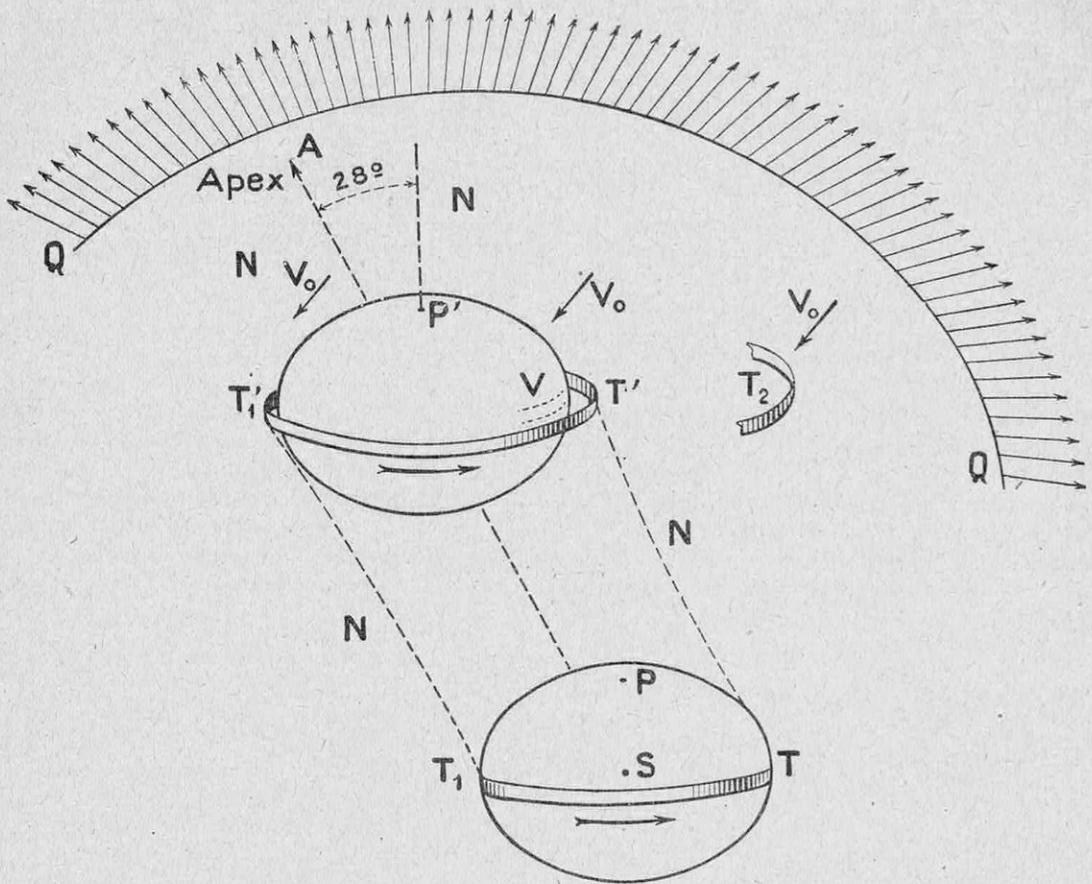
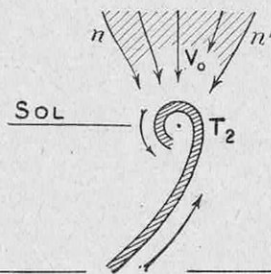

FIG. 1. — COMMENT ON EXPLIQUE L'ORIGINE DE LA TERRE PAR LA RENCONTRE DU SOLEIL ET D'UNE NÉBULEUSE
FIG. 4. — REPRÉSENTATION EN PLAN DE LA FIGURE 3
Le Soleil géant, qui devait, dans sa vieillesse, se réduire à notre Soleil actuel, avait un rayon équatorial 62,3 fois plus grand que lui, mais une densité beaucoup plus faible (0,00001 au lieu de 1,41). Sa durée de rotation de 57 jours lui imposait un fort aplatissement autour de l'axe SP (fig. 1). Son choc oblique sur la nébuleuse, dans la direction SA , donna à sa masse une pulsation, c'est-à-dire un renflement vibratoire de son équateur, qui émit, périodiquement, des anneaux planétaires. Au moment de
son émission, chaque anneau était séparé du suivant, le long de la trajectoire SA , par une distance égale à 6,28 u. a. (1) (fig. 1). Ainsi, si $PP' = 6,28$ u. a., l'anneau de Vénus V est près de quitter le protosoleil P' . L'anneau T , qui a formé l'embryon terrestre, n'a été émis par le protosoleil que le huitième après son choc sur la nébuleuse, c'est-à-dire après que celle-ci avait déjà reçu dans son sein les anneaux de la planète transneptunienne, de Neptune, d'Uranus, de Saturne, de Jupiter, des petites planètes et de Mars. L'extension radiale de l'anneau T (tout à fait semblable à celle d'un anneau de fumée projeté dans l'air) l'amène progressivement de T en T' et, enfin, au rayon de l'orbite terrestre : son rayon passe ainsi de 43,5 à 149,5 millions de kilomètres, pendant qu'il s'élève dans la nébuleuse, dans la direction SA , de 50 fois cette même longueur. Pendant ce voyage, l'anneau, dont l'expansion est due, en partie, à la propulsion de la matière de la nébuleuse qui s'introduit à son intérieur, en capte, par son attraction, une certaine masse, en sorte que, parvenue au niveau de l'écliptique primitive, la masse totale de l'anneau différera, sans doute, assez peu de la masse de la Terre, dont la partie prépondérante provient du protosoleil.
provenant d'une couche équatoriale profonde, ainsi que son *impulsion orbitale de sens direct* et son *mouvement de translation vers l'apex*. Mais ce n'est pas tout : le protosoleil a donné à notre planète son plan d'orbite, qui coïncidait alors avec celui de son équateur, et ce n'est qu'après avoir émis l'anneau terrestre que l'équateur du protosoleil a progressivement basculé de 7° environ, parce que le choc nébuleux, oblique dans la direction *S A*, ne coïncidait pas avec son axe de rotation. Cette obliquité du choc aura aussi pour effet d'excentrer vers la droite l'orbite de l'anneau, ainsi que le montre la figure 1 où *T'* est plus loin du protosoleil que *T*. Ainsi peut s'expliquer l'origine des excentricités des orbites planétaires.
lité l'évolution de l'anneau terrestre, un milieu peu résistant ne contenant que des particules denses, mais peu nombreuses, milieu comme enfermé dans un œuf dont l'immense coquille QQ (figure 1) formait une sorte de voûte lumineuse, au delà de laquelle d'énormes masses légères, repoussées par le protosoleil, allèrent alimenter les planètes géantes, très peu denses, mais aussi pulvériser la nappe de petites planètes rencontrées sur leur chemin.
Nous venons de voir comment l'anneau terrestre qui ceinturait le protosoleil en $T T_1$ (fig. 1) a pu, sans encombre, se dilater et atteindre, en T_2 , le rayon de l'orbite terrestre. Mais, pour comprendre la métamorphose de l'anneau, il faut maintenant préciser les temps et les dimensions dans ce berceau cosmique de la Terre. Le protosoleil étant une étoile pulsante ressemblant aux Céphéïdes et ayant une densité 0,00001, on peut lui appliquer une formule d'Emden et Shapley, qui donne sa durée de pulsation : 39,5 jours. Comme, entre deux pulsations consécutives, il parcourait 6,28 u. a., on en déduit sa vitesse moyenne 275 kilomètres par seconde, d'où l'on conclut qu'il a suffi de 316 jours pour que l'anneau terrestre ait parcouru les 50 u. a. qui le séparaient de son émission en $T T_1$, à sa position finale T_2 . Par ailleurs, avec une vitesse retardée proportionnellement au carré de la vitesse de translation dans la nébuleuse, j'ai pu calculer que le protosoleil avait mis à peine plus de deux ans à émettre les quinze anneaux planétaires depuis son choc sur la nébuleuse. Ces durées très réduites, d'où l'on conclut à la formation contemporaine de toutes les planètes, concordent parfaitement avec la durée de deux ans environ que l'on observe pour l'évolution des novæ, depuis le jour de leur apparition jusqu'à leur stade d'étoiles du type Wolf-Rayet.
Les figures 3 et 4 représentent, à grande échelle, ce qui s'est passé en T_2 de la figure 1.
La vitesse V_0 de la nébuleuse était d'arrière en avant de la figure 1, en sorte qu'en T_2 (ou $t_2 t'_2$ fig. 3) elle était antagoniste de la vitesse tangentielle V_t de l'anneau et, par suite, tendait à en refouler la matière, tandis qu'à gauche de la figure 1, les deux vitesses étaient de même sens. Sur la figure 4, image en plan de la figure 3, on voit nettement que le freinage, dû à la vitesse V_0 de la nébuleuse, tend à faire tomber à gauche, vers le Soleil, la partie T_2 de l'anneau, mais aussi à la replier en arrière, où elle est, d'ailleurs, rappelée par l'attraction de la masse restante de l'anneau. Ainsi s'amorce la rotation du tourbillon terrestre $t_2 t'_2$ dans le sens direct, comme l'anneau d'où il provient. Il est bien clair que tout l'anneau se concentrera en T_2 en moins d'un an, puisque, finalement, il donnera naissance à la Terre tournant autour du Soleil en un an.
Tant que la densité de l'anneau était seulement de 0,00001, son attraction vers sa ligne médiane était trop faible pour en réduire la hauteur $t_2 t'_2$; mais, au fur et à mesure de la concentration de sa masse en un tourbillon $t_2 t'_2$, on verra converger vers lui les masses nébuleuses n et n' (fig. 4) augmentant la masse future de la Terre, et en même temps le tourbillon $t_2 t'_2$, qui est d'ailleurs instable au point de vue gravitatif, tendra à se condenser vers son centre de gravité G .
La direction d'axe du tourbillon terrestre devait déterminer celle de l'axe de la Terre ; et, comme notre planète est près du centre du système planétaire et que l'angle de direction de translation $S A$ (fig. 1) et de l'axe du protosoleil a été de 28° , on comprend que l'inclinaison de l'axe de la Terre sur celui de l'écliptique soit resté voisin de 28° ; il varie, en réalité, de $21^\circ 59'$ à $24^\circ 36'$: c'est cette inclinaison qui produit nos saisons. Si, dans sa révolution annuelle, la Terre avait toujours la même inclinaison à l'égard du Soleil, il n'y aurait pas de saisons.
FIG. 3. — DÉTAIL DU PHÉNOMÈNE AYANT, EN « T₂ » DE LA FIGURE 1, PRODUIT LA RUPTURE DE L'ANNEAU ET SON ENROULEMENT EN UN TUBE-TOURBILLON PAR L'ANTAGONISME DE « V₀ » ET DE LA VITESSE DE RÉVOLUTION DU RESTE DE L'ANNEAU